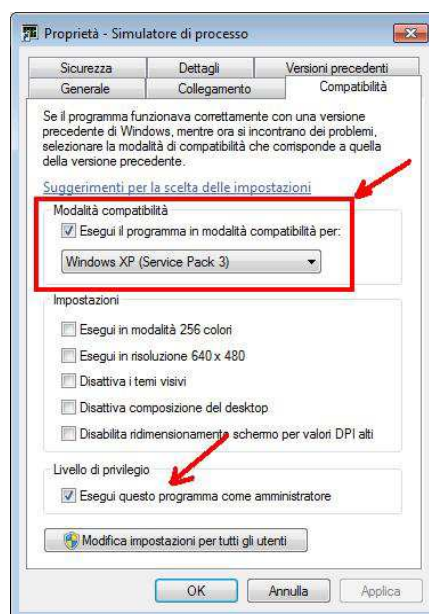

Figura D.2 – Impostazione della compatibilità
2. Selezionare la casella "Esegui il programma in modalità compatibile per:" (figura D.2).
3. Selezionare "Windows XP (Service Pack 2)" o "Windows XP (Service Pack 3)" dall'elenco dei sistemi operativi disponibili (figura D.2).
4. Spuntare la casella "Esegui questo programma come amministratore" (figura D.2).